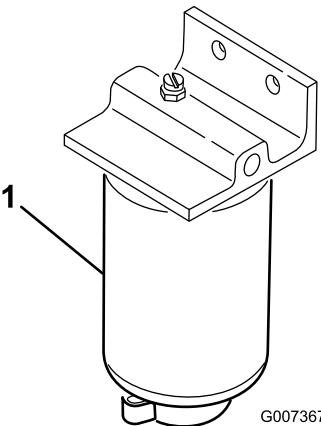

Figura 46
1. Coloque um recipiente limpo debaixo do filtro de combustível (Figura 46).
2. Limpe a zona de montagem do recipiente do filtro (Figura 46).